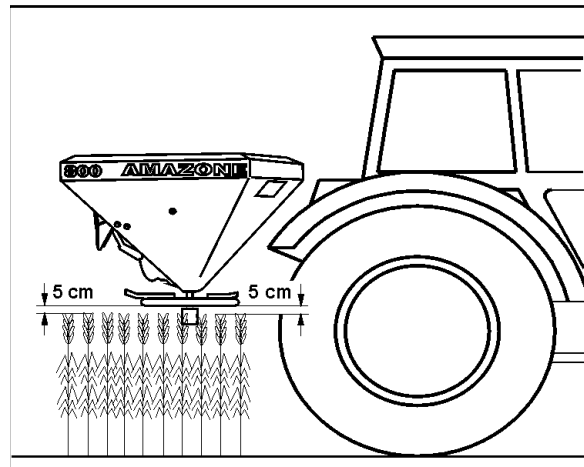

Fig. 59
Die kürzeren Streuschaufeln sind mit den werkzeuglos hochschwenkbaren Schwenkflügeln (Fig. 59/1) versehen, die die Spätdüngung in Getreide bis zu einer Bestandshöhe von 1 m - **ohne** weiteres Zubehör - ermöglichen.
3. Verschwenken Sie die Schwenkflügel (Fig. 59/1) der Streuschaufeln in die gewünschte Position für die Normal- oder Spätdüngung.